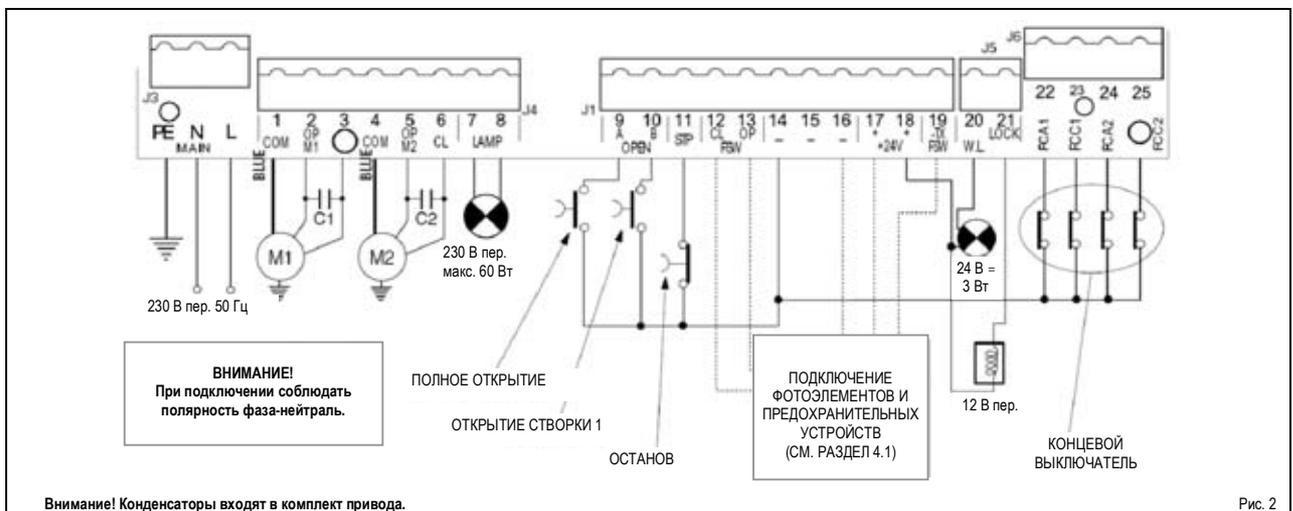

Рис. 2
В контур питания должен быть установлен дифференциальный выключатель с тепловым расцепителем с адекватным порогом срабатывания. Подсоединить провод заземления к соответствующему контакту соединителя J3 (см. рис. 2).
4.2 Клеммная колодка J3 - Питание (рис. 2)
4.3. Клеммная колодка J4 - Двигатели и сигнальная лампа (рис. 2)
4.4. Клеммная колодка J1 - Аксессуары (рис. 2)
4.5. Клеммная колодка J5 - контрольная лампа и электрзамок (рис. 2)
4.7. Клеммная колодка J6 - концевые выключатели и/или кодовый датчик (рис. 2)